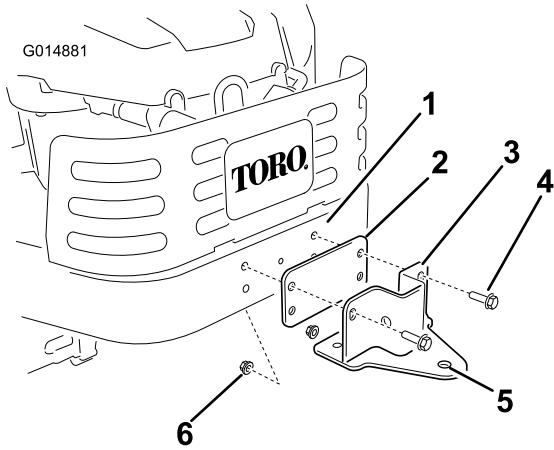

Figura 11
1. Localice la placa espaciadora y el soporte del bastidor del ensacador entre las piezas sueltas. Instale la placa y el soporte de refuerzo en el bastidor de la máquina según se muestra en Figura 11. Sujete la placa de refuerzo y el soporte de refuerzo al bastidor usando dos pernos (5/16 x 1 pulgada) y dos contratuercas (5/16 pulgada).